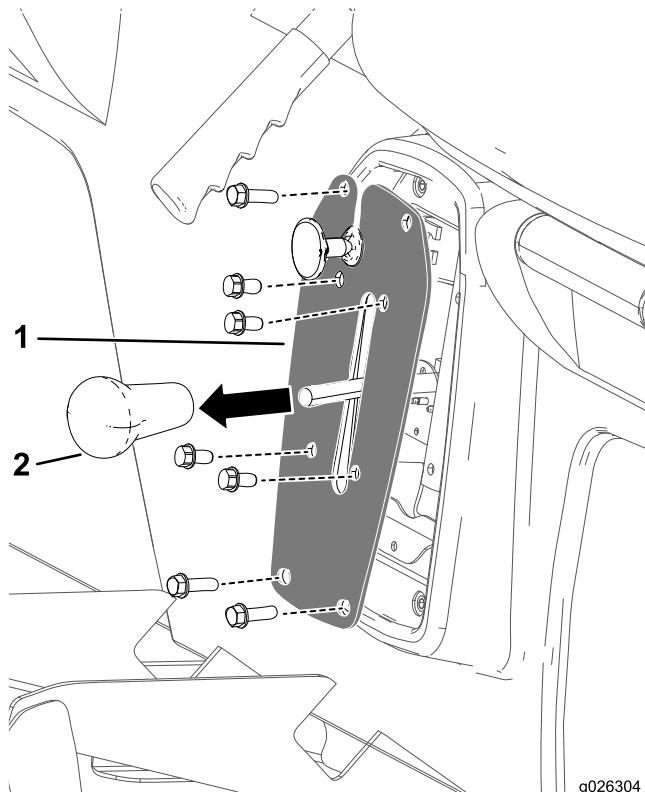

図 1
1. ギアシフトレバーからノブを外す図1。
2. シフタープレートをシフターブラケットに固定している4本のボルトを外す図1。
3. シフタープレートをシフターブラケットに固定している4本のボルトを外してシフタープレートを外す図1。